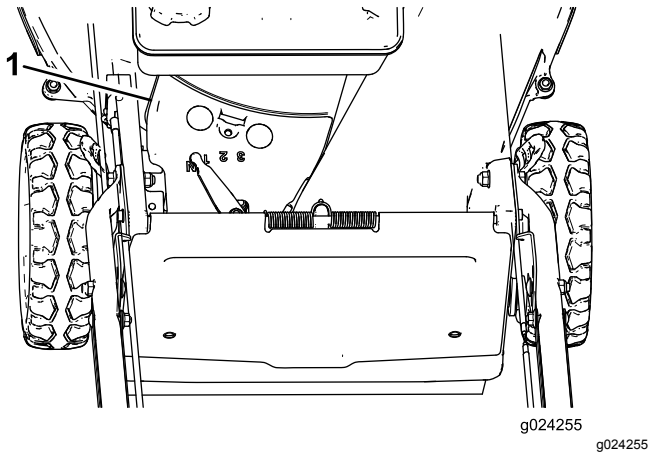

Figura 37
3. Retire la cubierta de la correa (Figura 37) de la carcasa de corte.